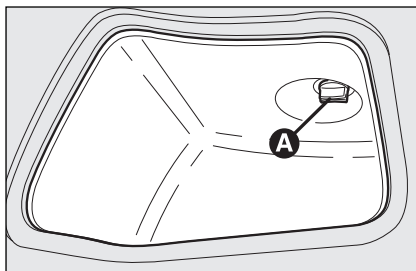

fig. 38
- maak **A-fig. 38** los en verwijder het beschermdeksel;